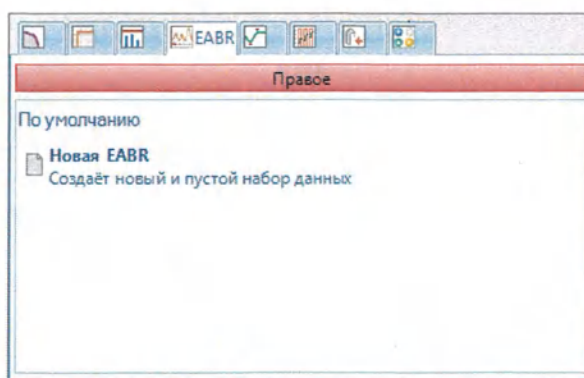

Рис. 71 Диалоговое окно открытия задачи «EABR»
1. При нажатии кнопки **Новая задача** открывается диалоговое окно задачи, показанное на рис. 71, в котором можно выбрать вкладку «EABR» и открыть EABR, щелкнув строку **Новая EABR**.